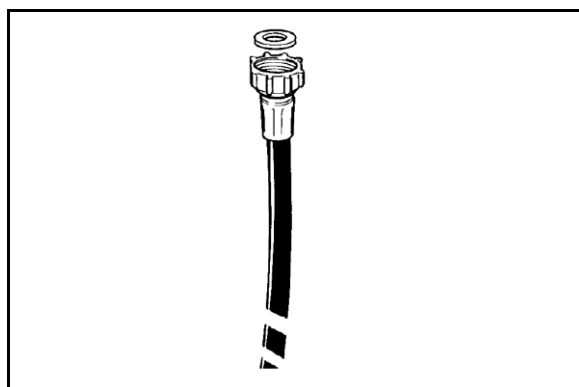

Fig. 15
- Inserire nelle due ghiera filettate del tubo di carico acqua, che trovate nel corredo dell'apparecchio, le apposite guarnizioni di tenuta (Fig. 15).